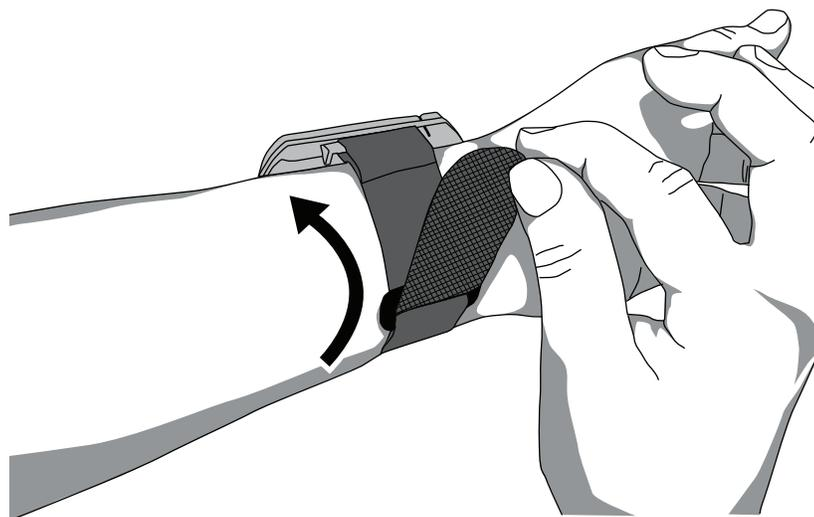

Figure 15: Fixation du bracelet à deux parties
4. Repliez la bande réglable sur l'anneau en plastique et fixez l'attache à la bande réglable (figure 15).